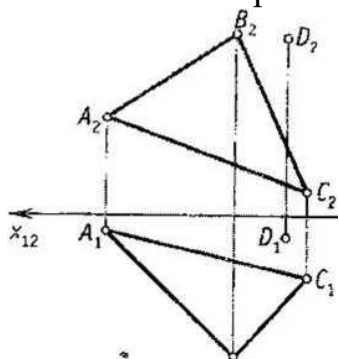

Рисунок 1.1.
- Через точку  $D$  провести прямую, перпендикулярную плоскости  $A(ABC)$  общего положения, (рисунок 1.1)